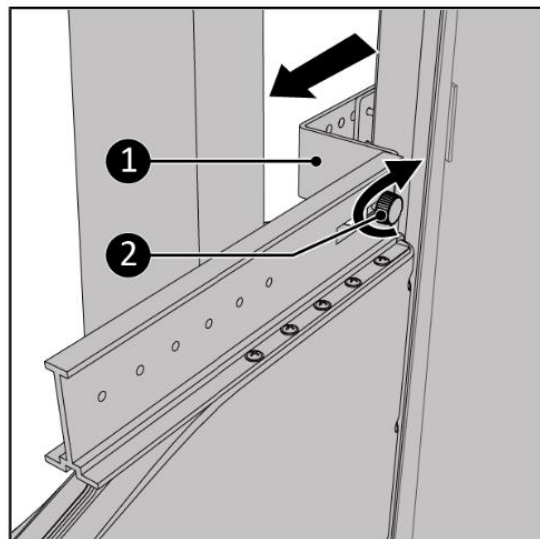

Figura 37.
9. Trageți suportul spre dvs. cât mai mult posibil (Figura 37, poz. 1) astfel încât să fie atașat corect.
10. Fixați șurubul (Figura 37, articolul 3).
10. Fixați șurubul (Figura 37, articolul 2).